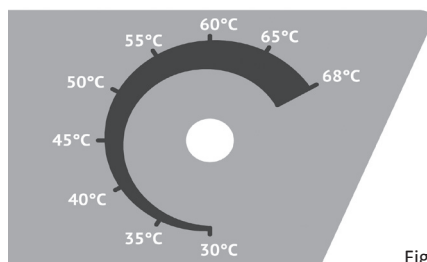

Fig. 1
Llevando el interruptor general a la posición (I) se alimenta el secador. Así, el ventilador empezará a girar a su régimen máximo de revoluciones. Actuando en este punto sobre la **manilla de regulación** (fig.1) se variará, según se desee, la temperatura de funcionamiento en una escala que va de 30°C a 68°C. La **manilla de regulación** permite regular la temperatura del flujo de aire operando directamente sobre el termostato de ajuste. Durante la fase de trabajo se escuchará un "clic" cada